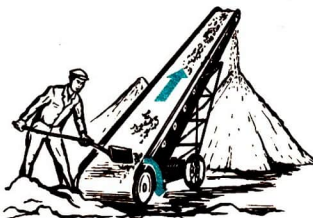

Bild 9 Förderband
Häufig muß eine Drehbewegung in eine geradlinige Bewegung umgewandelt werden. Das geschieht beispielsweise beim Riemetrieb. Beim Förderband benutzen wir diese Anordnung von Band und Rädern zum Transportieren von Lasten. Die **drehende** Bewegung der Antriebsrolle bewegt das Band **geradlinig** bis zur Umlenksrolle (Bild 9).
5. Nenne weitere Beispiele, wo das im Bild 9 gezeigte Prinzip der Umwandlung einer drehenden in eine geradlinige Bewegung auftritt!